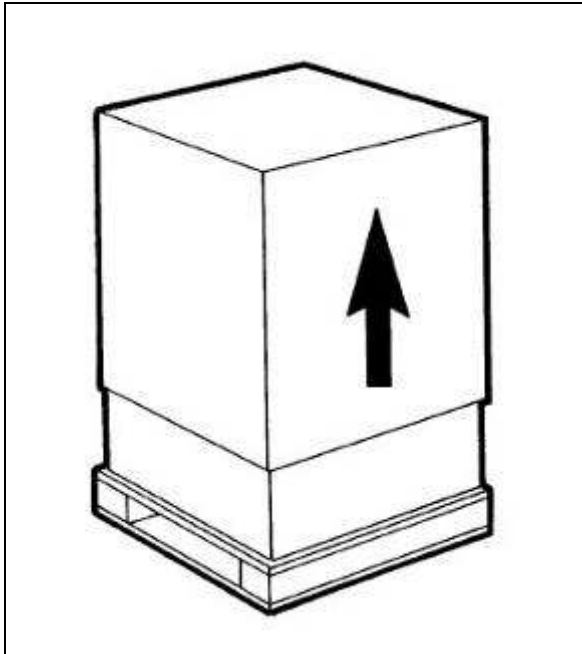

Fig. 1
a) Après avoir enlevé l'emballage, **conserver tous les éléments pour le stockage hivernal** et vérifier l'intégrité de l'appareil (fig. 1).